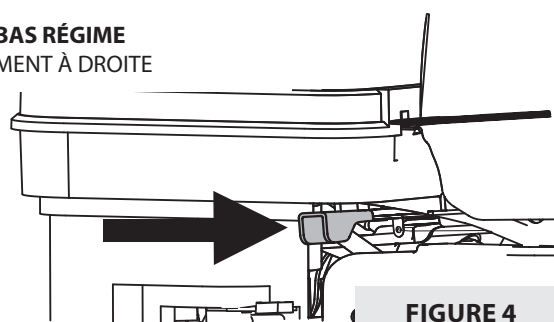

FIGURE 4
1. Mettre la commande des gaz en position **BASSE** et laisser le moteur tourner à bas régime pendant 1 à 2 minutes. (Cela n'est pas nécessaire sur les modèles à commande des gaz fixe en position de plein régime.) **VOIR FIGURE 4.**